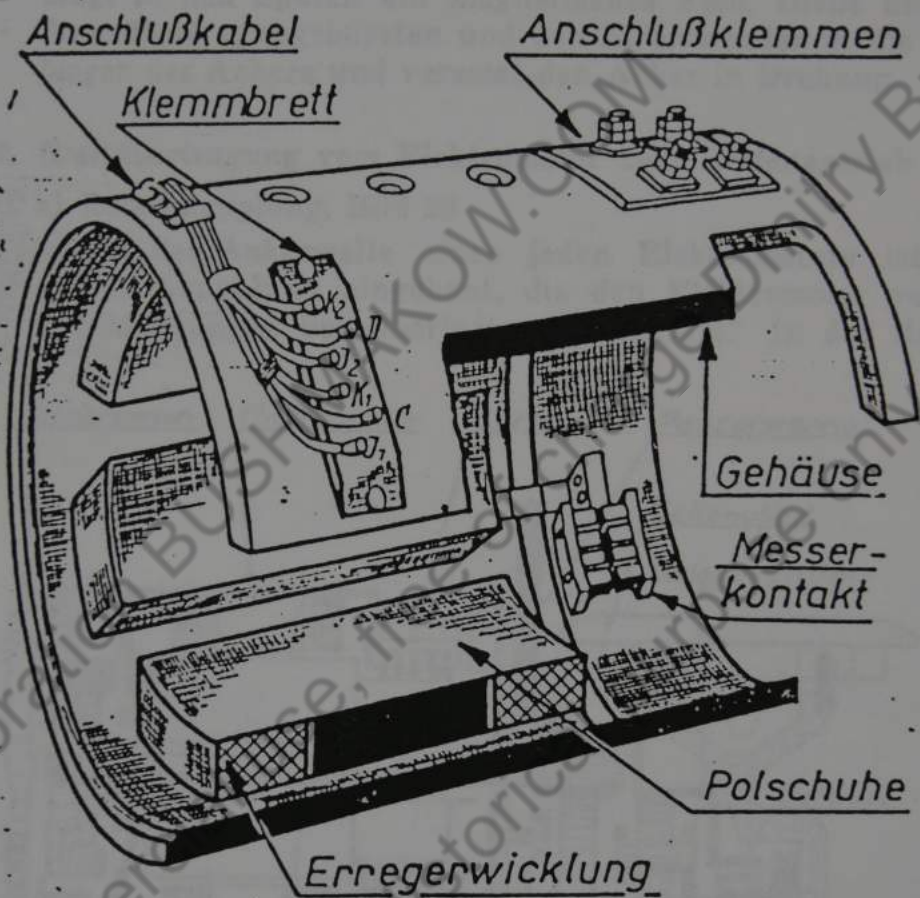

Bild 21 Stromerzeuger- und Elektromotor-Gehäuse
6. Stromerzeuger, Bild 21, 22
7. Elektromotoren, Bild 21, 22